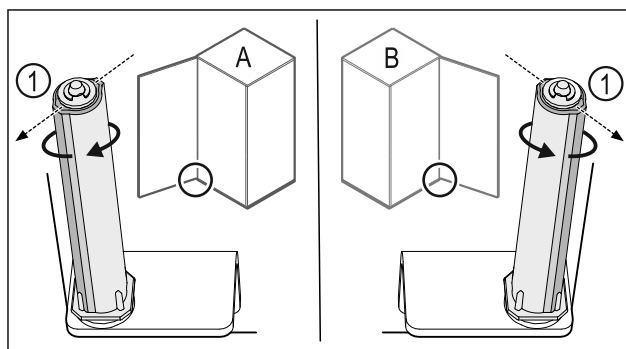

Fig. 50 Kreisais atbalsts (A) / labais atbalsts (B)
- ▶ Grieziet slēgšanas sistēmu pret pretestību, līdz slēgšanas sistēmas balstiņš Fig. 50 (1) ir vērsts uz augšu.